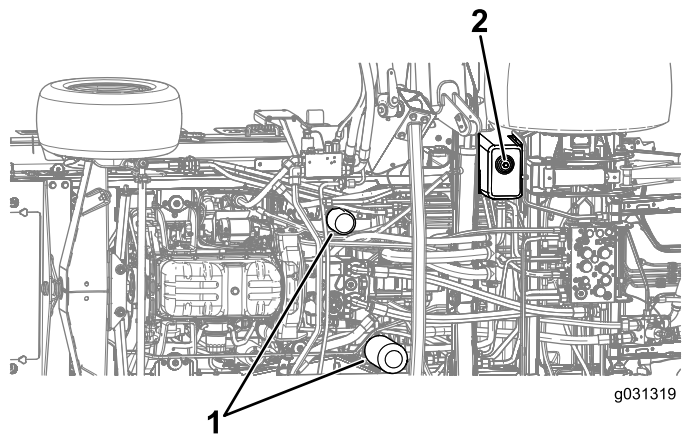

Рисунок 134
4. Снимите пробку сливного отверстия с нижней части бака и дайте гидравлической жидкости стечь в сливной поддон (Рисунок 134).
3. Поместите сливной поддон под фильтр, а затем снимите фильтр (Рисунок 134).